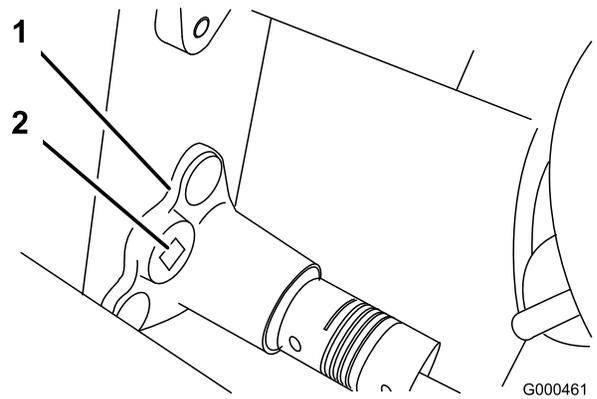

Figure 43
- B. À l'aide d'une clé dynamométrique de 3/8 pouce, tournez le logement de roulement à un couple de 4 à 4,5 Nm pour obtenir la tension voulue (Figure 43).